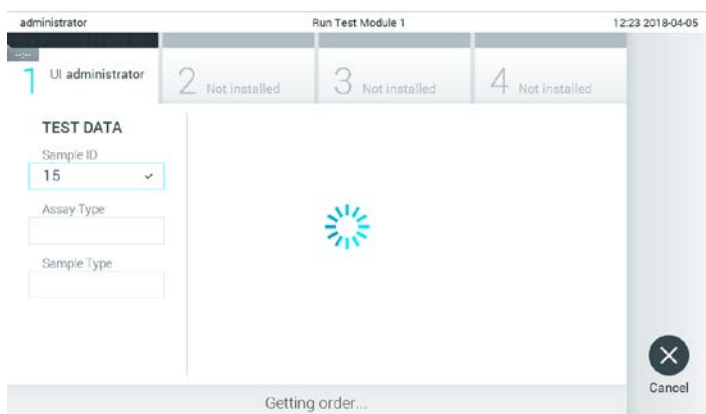

Figura 73. Exibição durante a recuperação do pedido de teste.
3. O ID da amostra será enviada para o host, enquanto o QIAstat-Dx Analyzer 1.0 aguarda o pedido de teste; a mensagem "Getting order..." (Obtendo pedido...) será exibida (Figura 73).